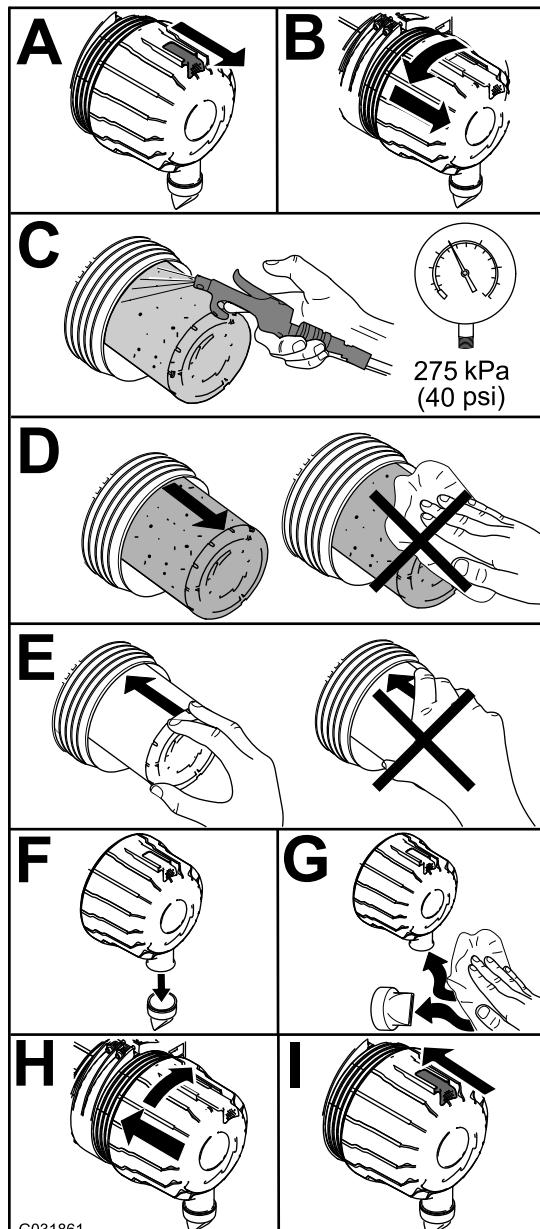

Bild 70
1. Tauschen Sie den Luftfilter aus (Bild 70).